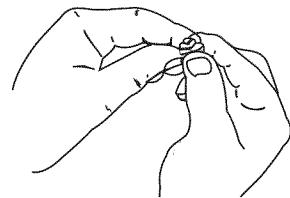

Fig. 26
5. Apriete el filtro para espaciar y retirar el exceso de aceite (Fig. 26).